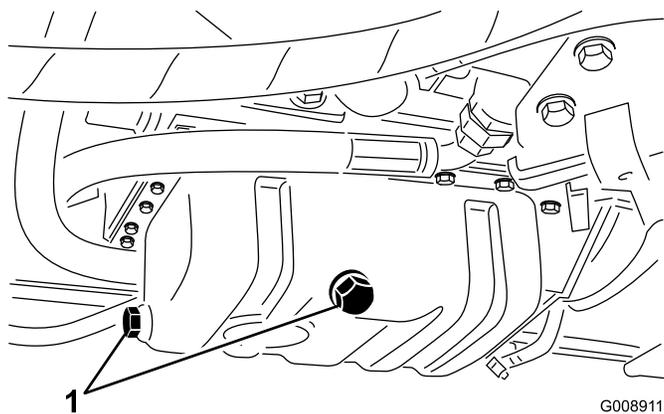

図 44
1. ドレンプラグ (図 44) の片方を外し、排出されるオイルを廃油受け容器に回収する。オイルが抜けたらドレン・プラグを取り付ける。